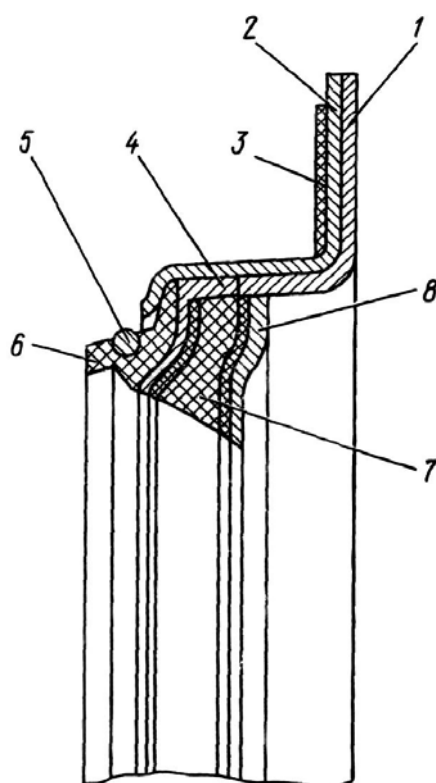

Рис.52. Уплотнительное устройство шаровой опоры:
3. Положите обойму 2 (рис.52) манжеты на верстак фланцем вниз, наденьте на обойму прокладку 3, переверните обойму манжеты и в ее углубление установите в следующем порядке детали: манжету 6, распорное кольцо 4, уплотнительное кольцо 7, нажимное кольцо 8, упорное кольцо 1.
16. Установите в паз кулака 27 резиновую заглушку 20; закрепите уплотнительное устройство 26 шаровой опоры, для чего наживив четыре равномерно расположенные по окружности болта с пружинными шайбами, снимите стяжную проволоку, которой скреплены обойма 2 (см. рис.52) и упорное кольцо 1 уплотнительного устройства 26 (см. рис.44), и равномерно, крест-накрест затяните четыре болта. Вверните и затяните остальные болты крепления уплотнительного устройства, подложив под их головки пружинные шайбы.